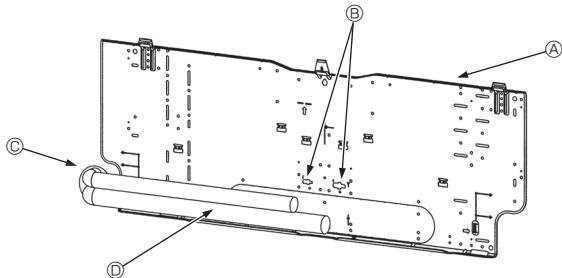

Fig. 3-5
3.3. Mura in rör i väggen (Fig. 3-5)
- Monteringspanel ①